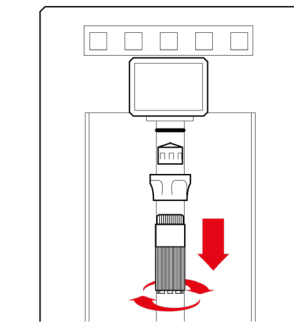

Fig. 1-18
38.1 – Staccare la spina di alimentazione elettrica dell'apparecchio. Svitare la ghiera di serraggio dell'ugello di erogazione con l'apposita chiave in dotazione ruotandola da destra verso sinistra fino al completo svitamento. Prestare attenzione a non perdere la capsula grigia del perlatore e la guarnizione ad anello, Fig. 1-18. Se la guarnizione non si stacca subito, verificare che sia rimasta all'interno della sede del raccordo lato apparecchio.